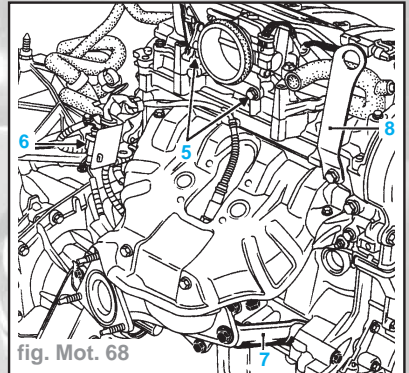

fig. Mot. 68
- le boîtier d'air (4) (pour cela déposer les fixations du vase d'expansion et l'écarter)
- le boîtier papillon (5) (fig. Mot. 68)
- le connecteur (6) de la sonde à oxygène
- la béquille (7) ainsi que la patte de levage (8)
- les vis du couvre-culasse, puis le décoller verticalement en tapant sur les "oreilles" en (1) en utilisant un jet en bronze et faire levier à l'aide d'un tournevis en (2) (protéger le tournevis